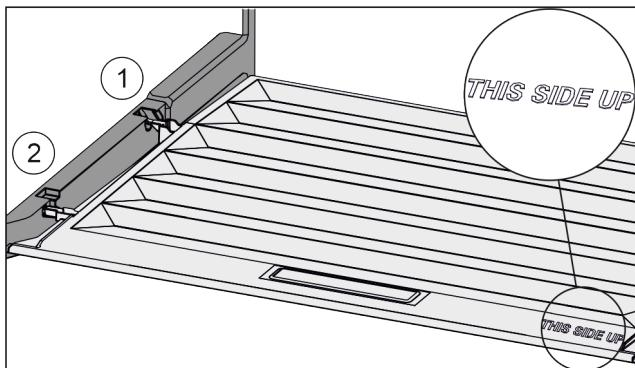

Fig. 92
- Výstupky veka zavedte cez otvor zadného držiaka Fig. 92 (1) a zaistite vpredu v držiaku Fig. 92 (2).